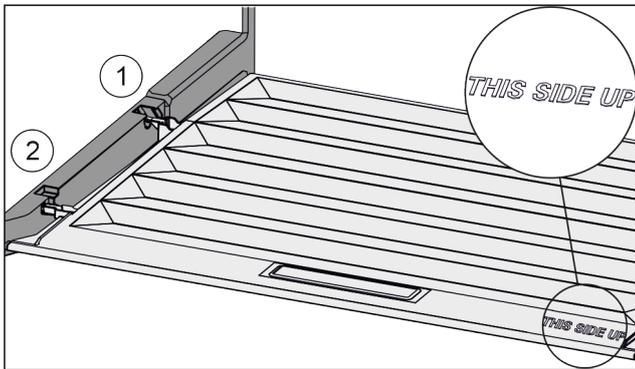

Fig. 92
- ▶ Deckelstege über Öffnung der hinteren Halterung Fig. 92 (1) einführen und vorne in Halterung Fig. 92 (2) einrasten.